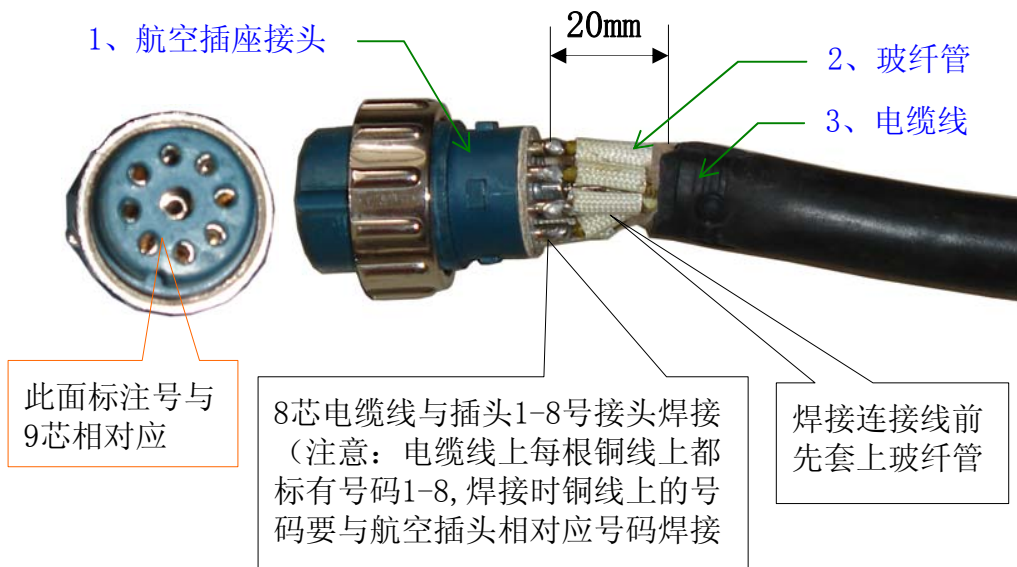

图1
- 1、如图1所示, 对电缆线进行剥线, 铜线剥线长为5mm;
- 2、连接线焊接的位置如图1所示, 焊接时要注意, 连接线上的线号要与插头上的引线端好对应;